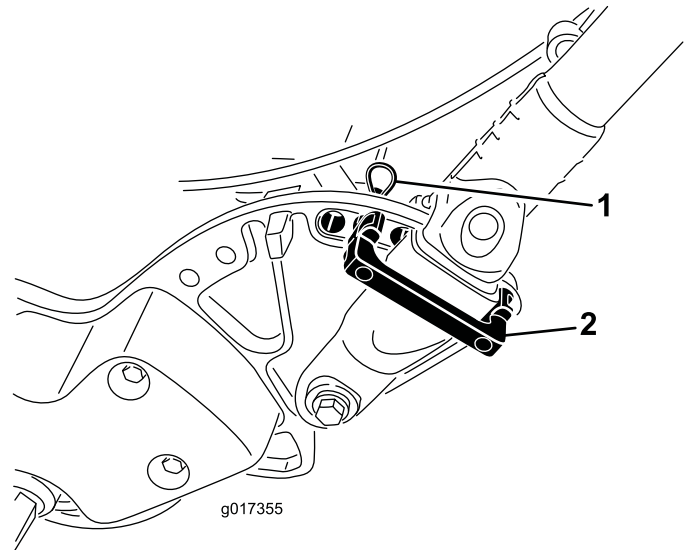

図 30
1. 機体左右のハンドルリテーナからヘアピンコッターを抜き取る 図 30。
2. ハンドルを支えながら、左右のヘアピンコッターを抜き、ハンドルを希望の位置にセットする 図 30。